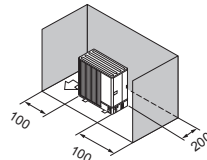

Fig. 2-9
- ③ Obstacole numai în spate și pe laterale (Fig. 2-9)